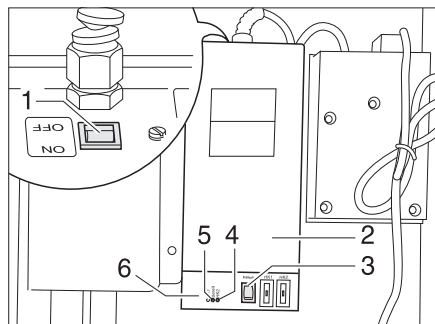

Bild 109 Trafo mit Regelgerät
Der Trafo 230 V AC/12 V DC (Bild 109,2) ist je nach Modell im Kleiderschrank oder in der Truhe der Sitzgruppe eingebaut.
- Kontroll-Leuchte (Bild 109,5) leuchtet grün: Regelung in Betrieb
- Kontroll-Leuchten (Bild 109,4 und 6) leuchten rot: Abwasserleitungen werden erwärmt
In das Gehäuse ist ein Prüftaster (Bild 109,3) integriert, mit dem das Regelgerät kurzzeitig in Betrieb genommen werden kann. Durch Drücken des Prüftasters lässt sich die Funktion der Erwärmung testen, auch wenn die Umgebungstemperatur über 5 °C liegt.
- Schalter (Bild 109,1) am Trafo (Bild 109,2) auf "ON" stellen.
- Schalter (Bild 109,1) am Trafo (Bild 109,2) auf "OFF" stellen.